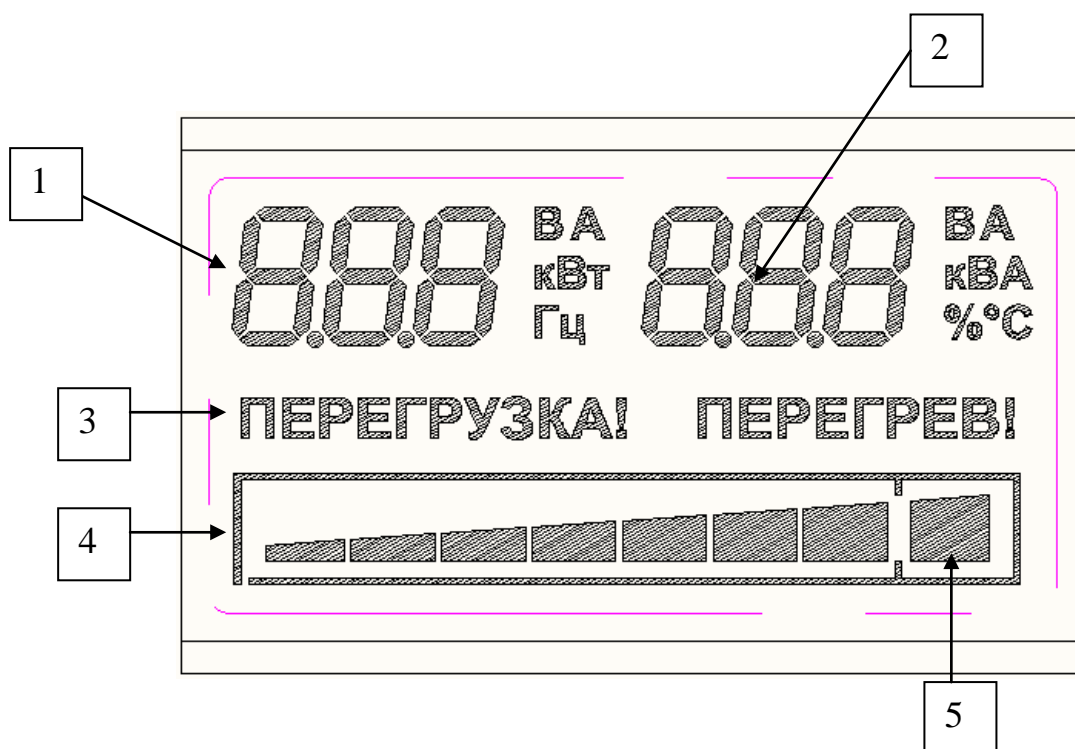

Рисунок 3 – ЖК-дисплей
- ЖК-дисплей индикации состояний изделия – см.рис.3;